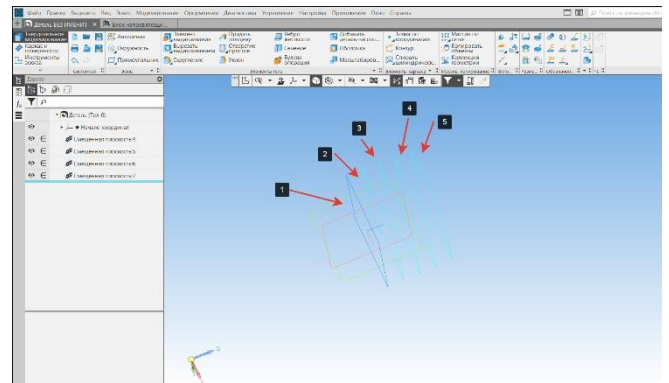
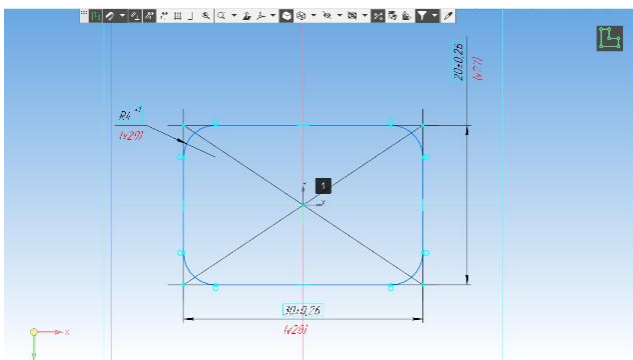
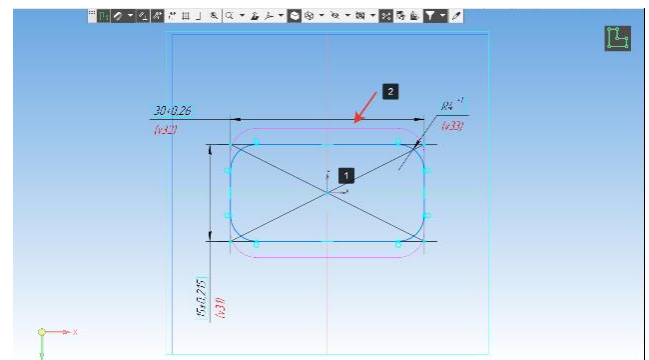
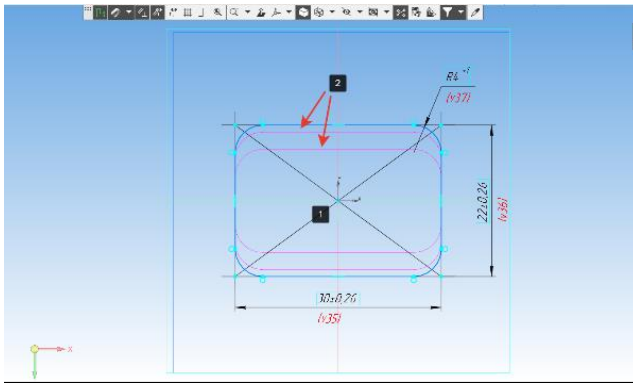

Рисунок 124 – Базовая и дополнительные плоскости
Рисунок 125 - Эскиз сечение А-А
Рисунок 126 - Эскиз сечение В-В
Рисунок 127 – Эскиз сечение Г-Г
- Построим четыре дополнительных плоскости 2-5 (Рисунок 124).
На базовой плоскости №1 (Рисунок 124) построим эскиз (Рисунок 125) согласно сечению А-А, на вспомогательной плоскости №2 (Рисунок 124) построим эскиз (Рисунок 126) согласно сечению В-В, на вспомогательной плоскости №3 (Рисунок 124) – эскиз (Рисунок 127) согласно сечению Г-Г соответственно.
Каждый эскиз должен быть расположен по середине начала координат (1) (Рисунок 125-128). В эскизе должна присутствовать параметризация и размеры. На Рисунок 126 и 126 цифрой два (2) показаны построенные эскизы.
- Закроем эскиз. Подсвечиваем вспомогательную плоскость №4 левой кнопкой мыши (Рисунок 124) и выбираем команду Эскиз на панели быстрого доступа;
- Подсвечиваем вспомогательную плоскость №5 левой кнопкой мыши (Рисунок 124) и выбираем команду Эскиз на панели быстрого доступа;